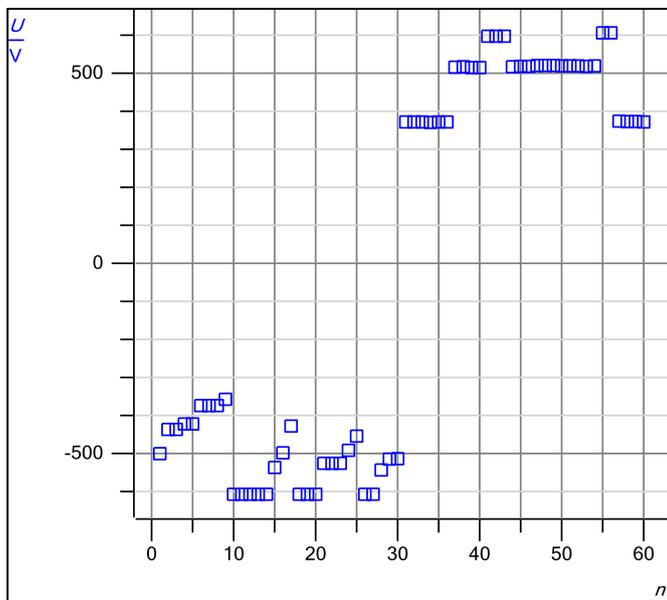

Fig. 5: Messwerte für die angelegten Spannungen.
Die gemessenen Werte können wie in Fig. 4 und in Fig. 5 in einem Diagramm dargestellt werden. In Fig. 4 bzw. Fig. 5 sind Werte aus 60 Messungen eingezeichnet.
Nachdem die Messwerte aufgenommen wurden (siehe Fig. 4 und Fig. 5), werden über die Formeln (IV) bis (IX) die Werte für die Ladungen der Öltröpfchen ausgerechnet. Dabei ist zu beachten, dass die Steig- und Sinkzeiten zunächst durch die Anzahl der Steig- bzw. Sinkvorgänge dividiert werden, in diesem Fall also vier. Eine Quantisierung der Messwerte ist erkennbar. Teilt man nun die berechneten Ladungen durch den Literaturwert der Elementarladung $e = 1,6022 \cdot 10^{-19}$ C, so erhält man die Ergebnisse als Vielfache der Elementarladung. Diese Werte sind nun in Fig. 6 dargestellt. Es lässt sich gut erkennen, dass die Werte fast immer in der Nähe von ganzen Zahlen sind.